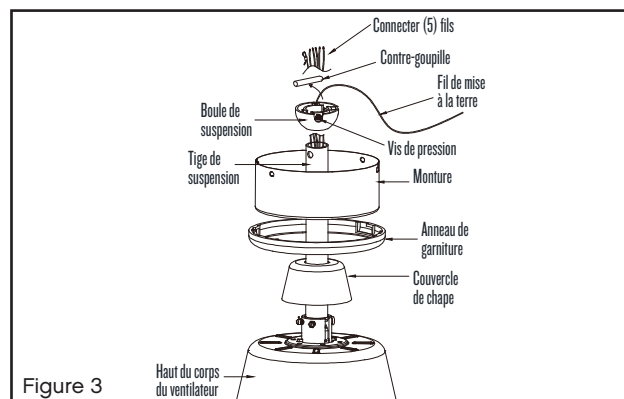

Figure 3
- 1 Faites glisser le couvercle de chape, l'anneau de garniture et la monture sur la tige de suspension. (Fig. 3)